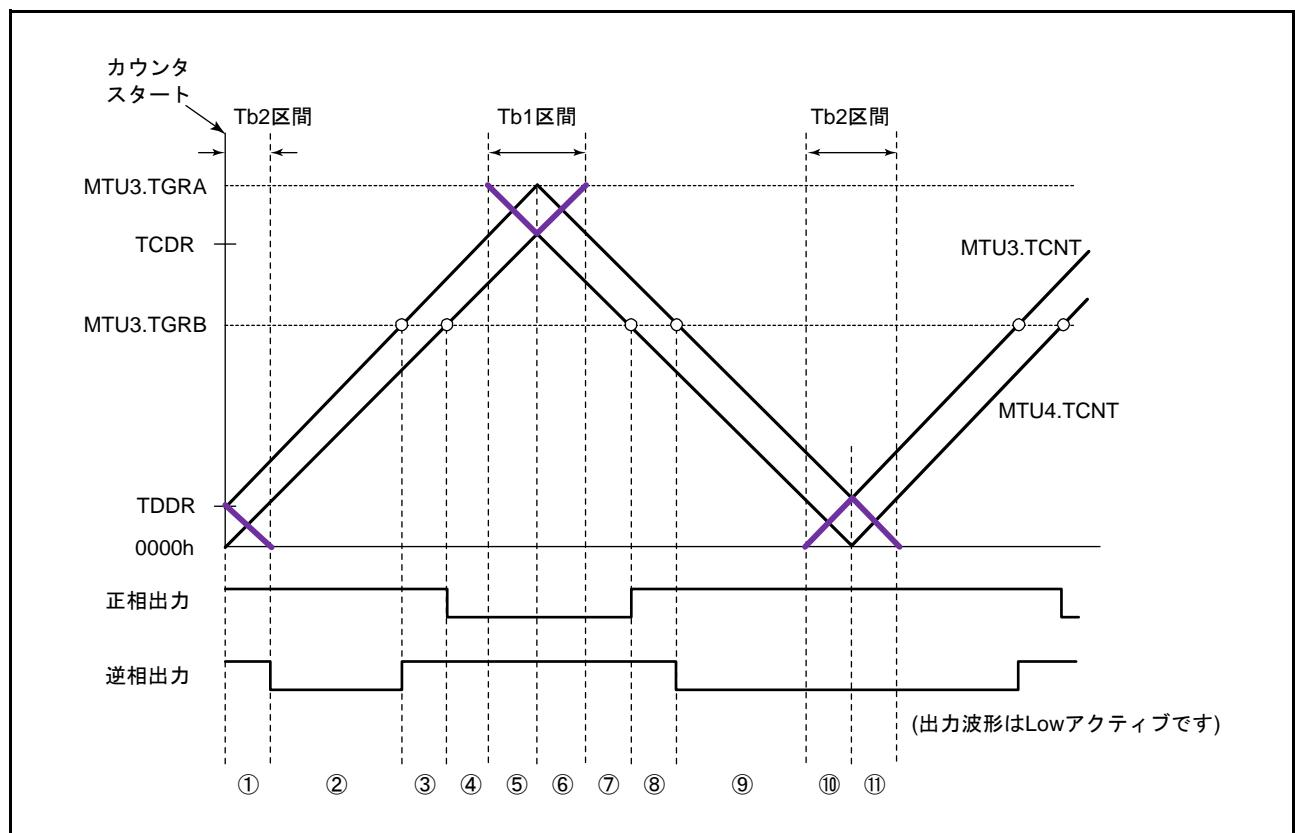

図 22.56 同期カウンタクリアタイミング
TWCR.WRE ビットを “1” に設定することで初期出力を抑止することができる原因是、同期クリアが図 22.56 の⑩、⑪のような Tb2 区間で入ってきたときのみです。それ以外のタイミングで同期クリアが起こった場合は、TOCR1.OLSN, OLSP ビットで設定した初期値が出力されます。また、Tb2 区間であっても、図 22.56 の①で示すカウンタスタート直後の初期出力期間で同期クリアが起こった場合には、初期出力の抑止は行いません。
(図 22.56 のタイミング③、TWCR.WRE ビット = 1)
(図 22.56 のタイミング⑥、TWCR.WRE ビット = 1)
(図 22.56 のタイミング⑧、TWCR.WRE ビット = 1)
(図 22.56 のタイミング⑪、TWCR.WRE ビット = 1)